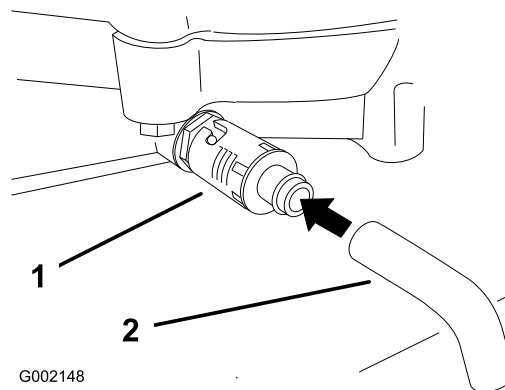

Figura 21
4. Collocate una bacinella sotto lo spurgo. Girate la valvola di spurgo dell'olio per lasciar defluire l'olio (Figura 21).